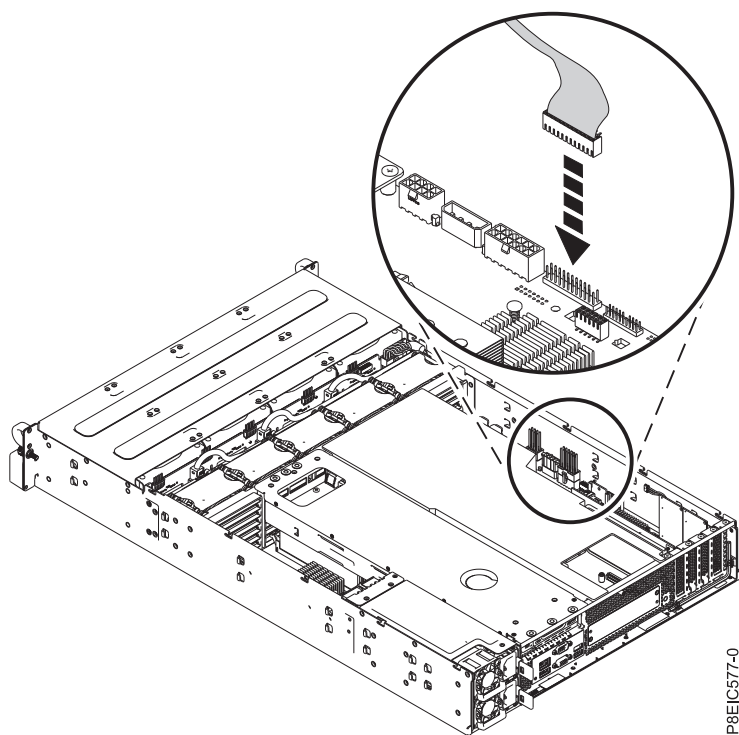

図 65. 前面パネル制御ケーブルの接続
8. システム・バックプレーンの前面パネル制御ケーブルを再取り付けします (図 65 を参照)。